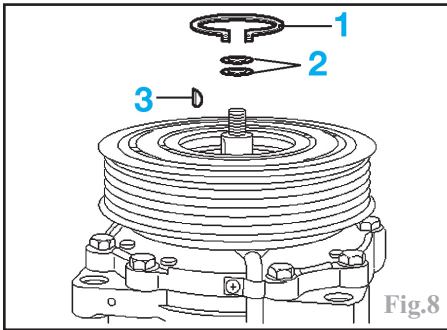

Fig.8
Déposer le circlip (1), les rondelles de réglage (2) et la clavette (3) (Fig.8).